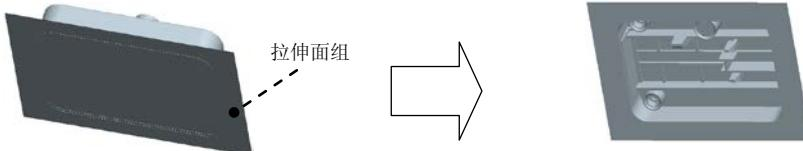

图 20.31 合并面组
- ③ 在“拉伸”操控板中单击 **确定** 按钮, 完成特征的创建。
- (1) 按住 Ctrl 键，选取合并面组 10 和拉伸曲面。
- (2) 单击 **分型面** 功能选项卡 **编辑** ▾ 区域中的 **合并** 按钮，系统弹出“合并”操控板。
- (3) 在“合并”操控板中单击 按钮，使箭头指向外侧。
- (4) 在操控板中单击 **选项** 按钮，在“选项”界面中选中 **相交** 单选项。
- (5) 确认无误后，在“合并”操控板中单击 按钮。如图 20.31 所示。